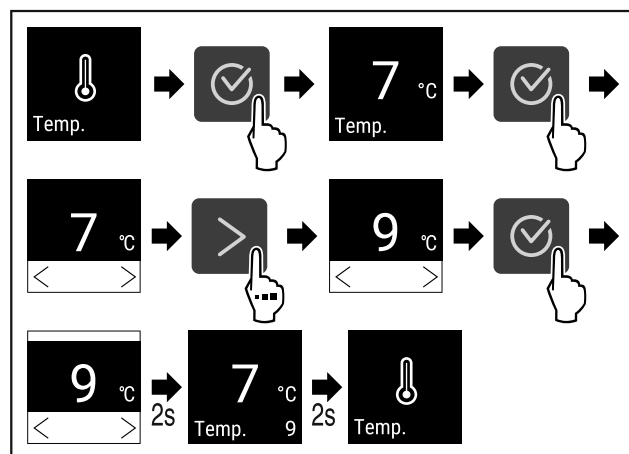

Fig. 66 Změna teploty ze 7°C na 9°C
- ▶ Provedte akční kroky (viz Fig. 66) .